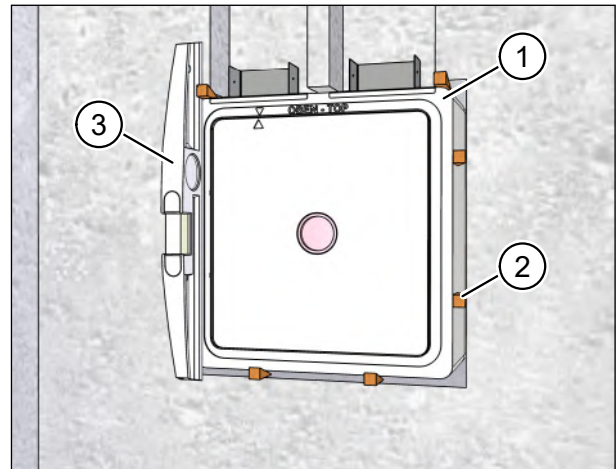

Abb. 24: Mauerkasten fixieren
- ▶ Fixieren Sie den Mauerkasten (Pos. 1 in Abb. 24) an der Innen- und Außen-
(Pos. 2 in Abb. 24) im Mauerdurch-
waage (Pos. 3 in Abb. 24) den